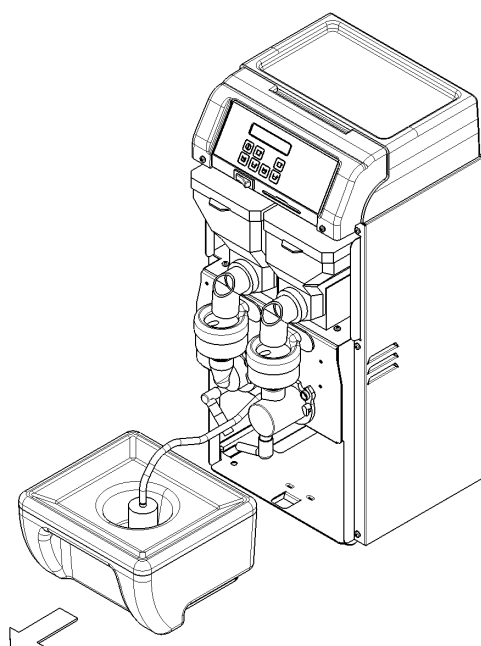

figura 2
**3** Extraiga el depósito, situado en la parte inferior del armazón, y llénelo con agua mineral natural o con agua corriente potable. Vuelva a colocar el depósito en su alojamiento, asegurándose de que el tubo de aspiración y su correspondiente filtro estén sumergidos en el agua (ver figura 2).